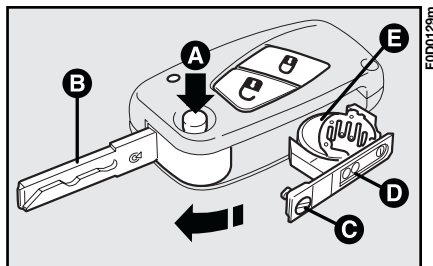

fig. 7
- premere il pulsante **A**-fig. 7 e portare l'inserto metallico **B** in posizione di apertura;